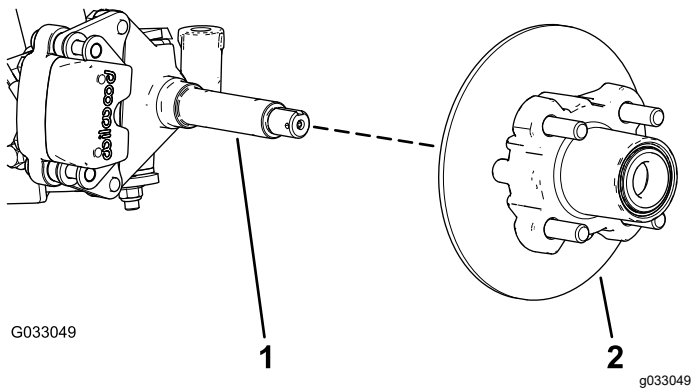

Bild 29
6. Nehmen Sie die Spindel Mutter von der Spindel ab und trennen die Radnabe und den Drehzylinder von der Spindel ab (**Bild 28** und **Bild 29**).